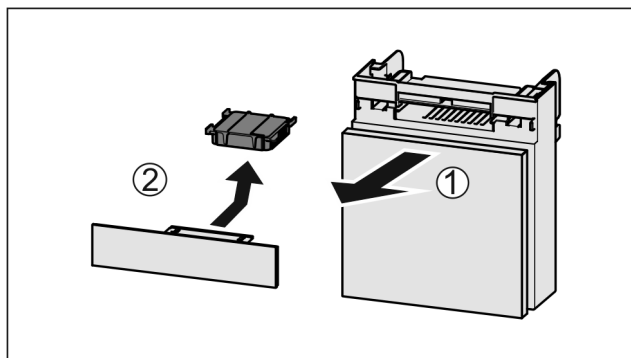

Fig. 242
- Zásuvku vytáhněte dopředu Fig. 242 (1).
- Filtr s aktivním uhlím vyjměte Fig. 242 (2).